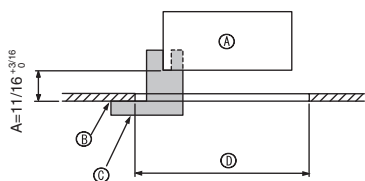

Fig. 9-2
①	Dimensiones de la rejilla	1	950 × 950 (mm), 37-3/8 × 37-3/8 pulgadas
②	Tornillo con arandela cautiva	4	M5 × 0,8 × 25
③	Plantilla	1	(Dividido en cuatro partes)
④	Remache	3
⑤	Tornillo	4	4 × 8
⑥	Tornillo	1	4 × 12
9.2. Preparación para conectar la rejilla (Fig. 9-2)
- Con la plantilla ③ que se suministra con este equipo, ajuste y compruebe la posición de la unidad en el techo. Si la unidad no está colocada en el techo de forma adecuada, podrían producirse escapes de aire o generarse una condensación.
- Ⓒ Plantilla ③ (medida en la unidad)